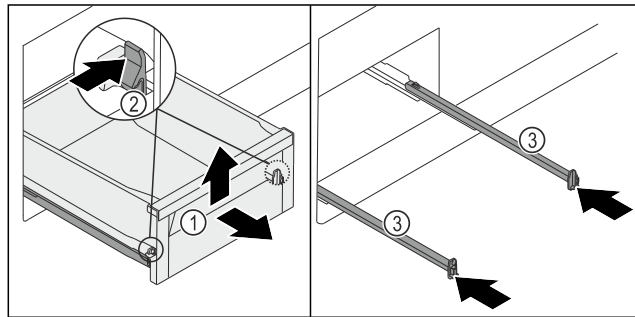

Fig. 123
- ▶ Вытяните выдвижной ящик Fig. 123 (1) до упора.
- ▶ Одновременно вдавите зажим Fig. 123 (2) слева и справа внутрь.
- ▶ Выдвижной ящик Fig. 123 (1) снимается с направляющих.
- ▶ Приподнимите выдвижной ящик Fig. 123 (1) спереди.
- ▶ Извлеките выдвижной ящик Fig. 123 (1) движением вперед.
- ▶ Задвиньте направляющие Fig. 123 (3).